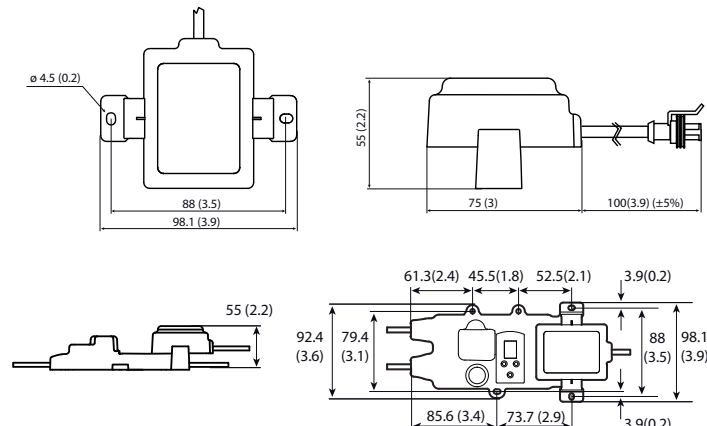
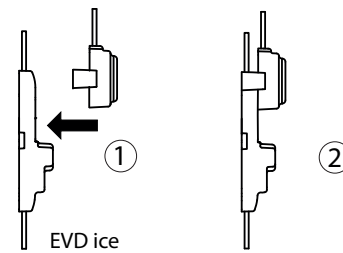

Fig. 2
Fig. 3
Le module Ultracap pour EVD ice peut être monté au-dessus du pilote EVD ice (Fig. 3), de manière à minimiser l'espace occupé par l'ensemble et laisser visibles et accessibles l'écran et le clavier. Les cotes indiquées sur le gabarit de perçage (Fig. 2) se rapportent à ce type de montage.
Das Ultracap-Modul für EVD ice kann auf dem EVD-ice-Treiber montiert werden (Fig.3), um Platz zu sparen und das Display und die Tasten sichtbar und zugänglich zu lassen. Die auf der Bohrschablone angegebenen Abmessungen (Fig.2) beziehen sich auf diese Art von Montage.
- Indiquer sur la paroi interne de l'évaporateur les positions des trous selon le gabarit de perçage (fig. 2) avant de les percer ( $\varnothing < 4,5$  mm). Visser ensuite les vis de fixation ;
- Auf der Innenwand des Verdampfers die Positionen der Bohrungen gemäß Bohrschablone anzeichnen (Fig. 2) und ausführen ( $\varnothing < 4,5$  mm). Die Befestigungsschrauben anschrauben.